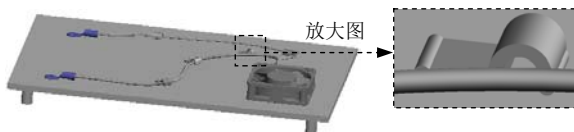
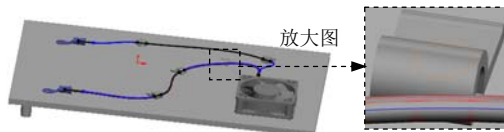

图 11.8.57 选择线夹
图 11.8.58 旋转线夹
Step1. 选择命令。选择 功能选项卡中的 旋转线夹(L) 命令，系统弹出“零部件旋转/对齐”对话框。
Step2. 定义旋转线夹。激活 要旋转的零件(C) 中的区域，选取图 11.8.57 所示的线夹；在 旋转(R) 区域的 文本框中输入数值-90.0；单击对话框中的 按钮，完成图 11.8.58 所示的旋转线夹。